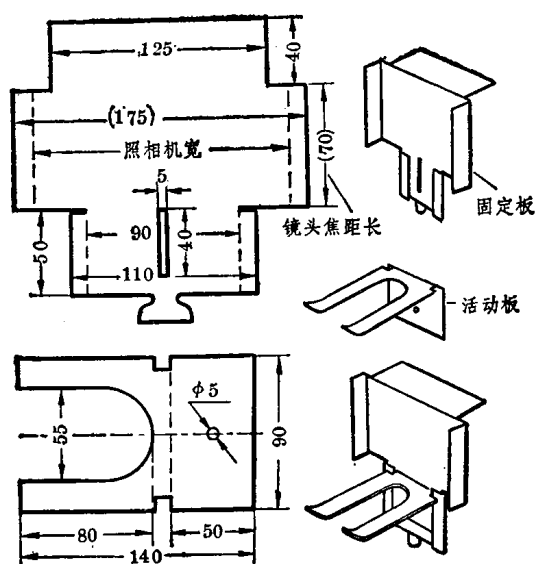

图 2-9 托 机 架
4. 托机架 托机架是用来支托照相机的，可以用白铁皮或铝皮来做。展开尺寸和弯折后的立体形状见图 2-9。
相机上下移动 40 毫米,以调节底片到镜头的距离。如果需要扩大照片的放大范围,也可以把图 2-9 固定板上的 40×5 窄槽开长一些(注意:不能超过伸缩腔可以伸缩的范围)。